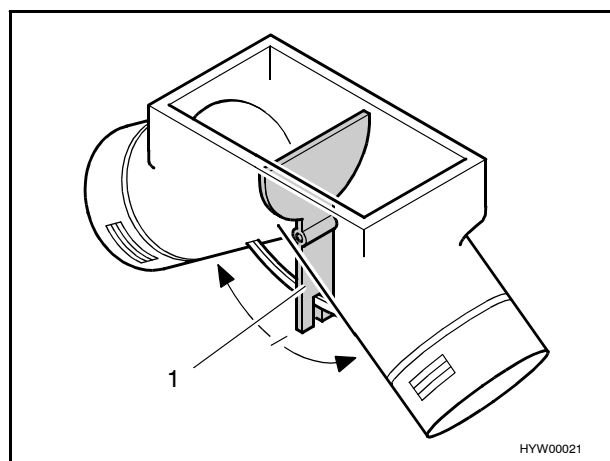

Fig. 76 Ventola di ricircolo dell'aria, sportello di impostazione su posizione intermedia
Sulla posizione intermedia l'aria calda si distribuisce al 50 % in entrambe le uscite di aria calda. La leva di comando (Fig. 76,1) per lo sportello di impostazione si trova sotto lo sportello del pavimento nell'armadio guardaroba.
- Tirare la leva di comando (Fig. 76,1) in direzione della freccia fino alla posizione desiderata.